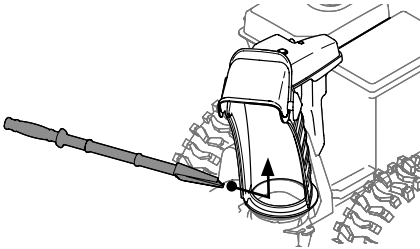

Figura 65
- Use el extremo con forma de pala de la herramienta de limpieza para destrabar y recoger la nieve y el hielo que se hayan acumulado en el interior y cerca del conjunto del canal. Utilice siempre la herramienta de limpieza (Nº de pieza 931-2643), no use las manos. Consulte el suplemento que se adjunta por separado para obtener la información que se requiere para pedir la herramienta de limpieza, en caso de haberla extraviado o que esté dañada. (Figura 65).